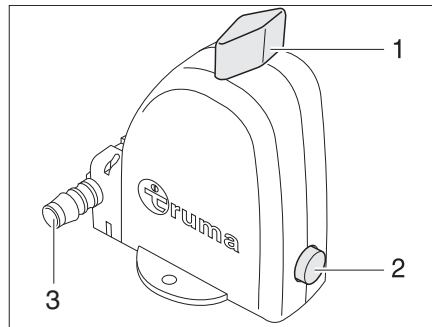

Bild 313 Sicherheits-/Ablassventil des Boilers - Stellung Betrieb
Der Boiler ist mit einem Sicherheits-/Ablassventil (Bild 313) ausgestattet. Das Sicherheits-/Ablassventil verhindert, dass das Wasser im Boiler einfriert, wenn bei Frost die Heizung nicht eingeschaltet ist.
- ▷ Der Entleerungsstutzen (Bild 313,3) des Sicherheits-/Ablassventils muss immer frei von Verschmutzungen (z. B. Laub, Eis) sein.
- Drehknopf (Bild 313,1) 90° längs zum Sicherheits-/Ablassventil drehen. Der Druckknopf (Bild 313,2) springt heraus. Der Boiler wird über den Entleerungsstutzen (Bild 313,3) des Sicherheits-/Ablassventils nach außen entleert.
- Drehknopf (Bild 313,1) 90° quer zum Sicherheits-/Ablassventil drehen.
- Druckknopf (Bild 313,2) eindrücken.